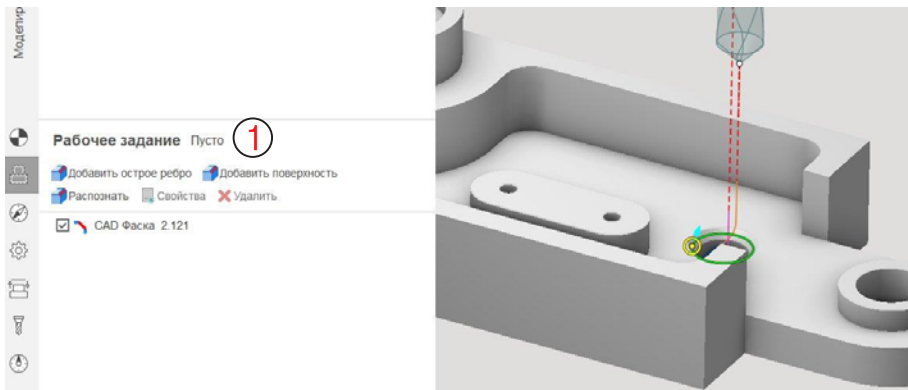

Рис. 7-17. Рабочее задание с указанием поверхности фаски.
В рабочем задании удалите старое задание, выберите поверхность фаски как на рис. 7-17 и нажмите на иконку Добавить поверхность (1). Рассчитайте операцию.